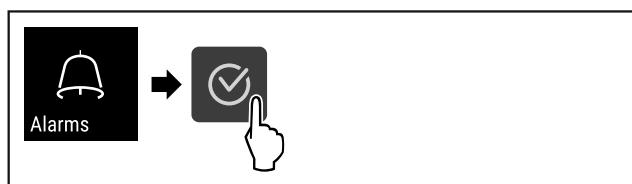

Fig. 130
► Følg anvisningene (se Fig. 130).
- Følg anvisningene (se Fig. 130) .